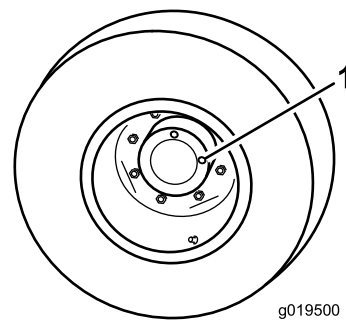

Figure 73
1. Amenez la machine sur une surface plane et horizontale, tournez la roue de sorte qu'un bouchon de contrôle (Figure 73) soit à la position 12 heures et l'autre à la position 3 heures.
2. Retirez le bouchon qui est à la position 3 heures (Figure 73). Le liquide doit arriver à 6 mm de l'orifice du bouchon de contrôle.